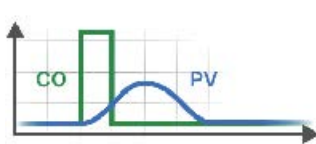

Рис. 6. Импульсное изменение управляющего воздействия
- ▶ импульсное изменение управляющего воздействия (рис. 6).